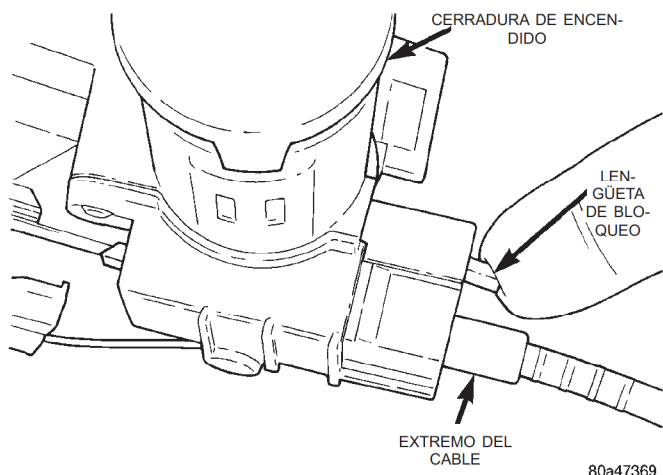

Fig. 45 Cable de interbloqueo de frenos/estacionamiento
(1) Retire la tapa inferior de la columna de dirección. Para informarse sobre el procedimiento correcto, consulte el grupo 8E, Tablero de instrumentos e indicadores.
(2) Retire la cubierta inferior de la columna de dirección. Para informarse sobre el procedimiento correcto, consulte el grupo 19, Dirección.
(3) Retire la brida de amarre cercana al solenoide que sujeta el cable de interbloqueo de la transmisión de freno a la columna de dirección.
(4) Desenganche el conector del cable del solenoide.
(5) Con la llave de encendido retirada o en la posición de desbloqueo, desenganche la lengüeta de bloqueo que sujeta el extremo del cable en la columna de dirección (Fig. 45).
(6) Tire del extremo del cable para extraerlo de la columna de dirección.
(7) Retire la consola de suelo y el tapizado relacionado. Para informarse sobre el procedimiento correcto, consulte el grupo 23, Carrocería.